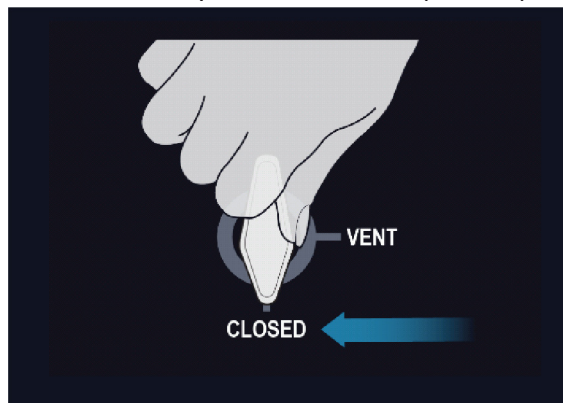

Figura 8. Valvola Vent (di sfiato) - Completamente chiusa
1. Sul retro della console, assicurarsi che la valvola Vent (di sfiato) sia in posizione CLOSED (CHIUSA) (vedere Figura 8).